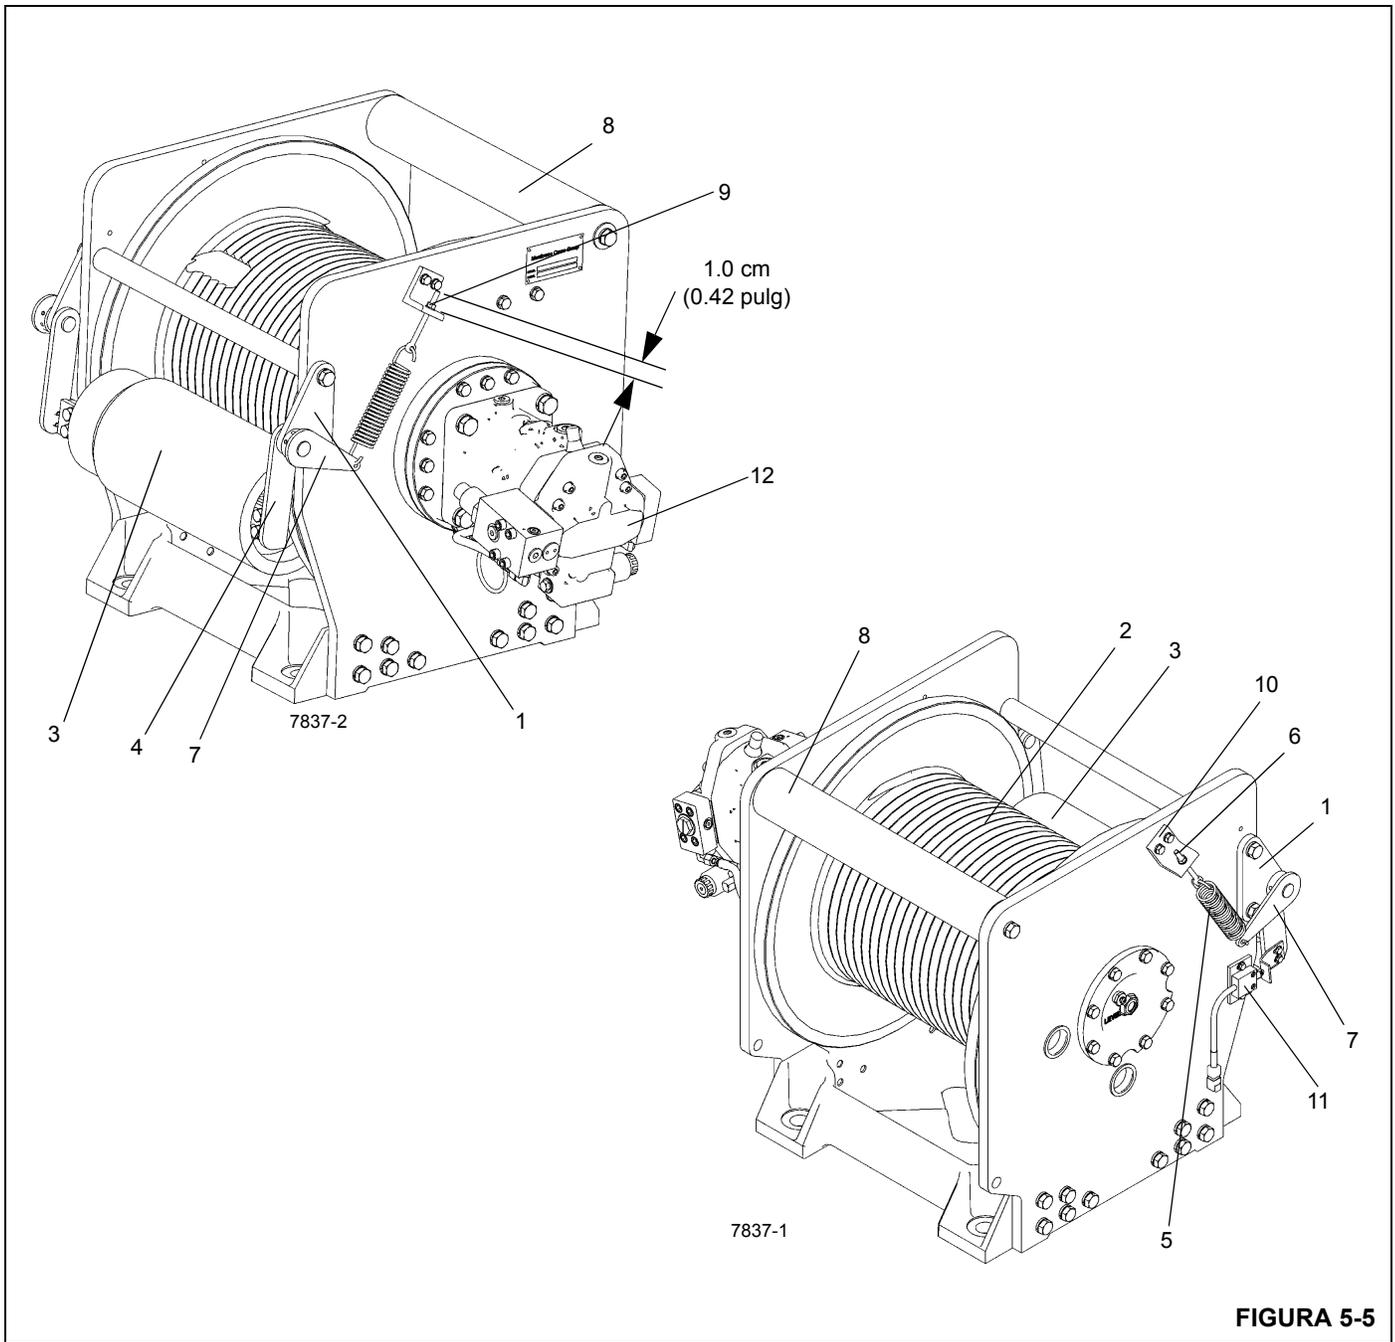

FIGURA 5-5
Los malacates principal y auxiliar (Figura 5-5) tienen cada uno un tambor intermedio en su lado delantero. El tambor intermedio del malacate principal se usa para evitar que el cable entre en contacto con la pluma. Si la grúa también tiene un malacate auxiliar, el tambor intermedio sirve para evitar que su cable entre en contacto con el malacate principal. El seguidor del cable se instala en el lado delantero de su malacate respectivo. El seguidor del cable aplica tensión de resorte hacia abajo contra el cable sobre el tambor del malacate para asegurar que el cable se enrolle de modo uniforme en el tambor, y también impide que el cable salte cuando se producen condiciones anómalas.
1. Retire el perno y la tapa terminal del lado derecho del rodillo intermedio Figura 5-5.
1. Suelte las tuercas de ajuste y retire el resorte tensor y la barra de ajuste de ambos lados del malacate Figura 5-5.